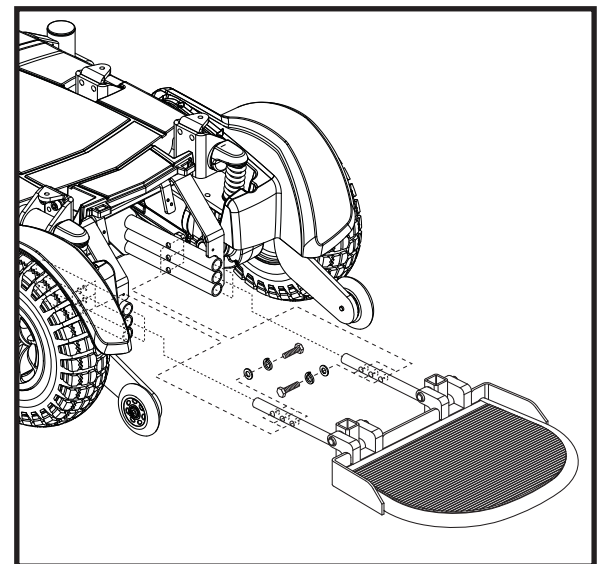

Abb. 15. Einstellung der Fußbrett
1. Entfernen Sie die Systemteile von der Halterung des Fußbretts. **Siehe Abb. 15.**
1. Klappen Sie das Fußbrett hoch dort finden Sie die Einstellschraube. **Siehe Abb. 15.**